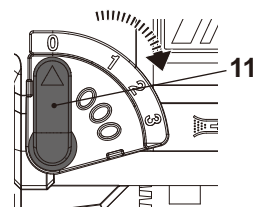

Fig. 10
Le mouvement pendulaire peut être réglé sur 4 positions différentes. Vous pouvez régler le mouvement pendulaire pendant le fonctionnement en utilisant le levier de sélection de mouvement pendulaire (11) (Fig. 10).